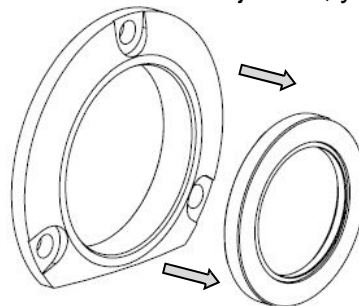

Figura 47: Retirar los sellos de aceite
5) Retire y deseche los sellos del cojinete delantero de los retenes del cojinete presionándolos hacia afuera (Figura 47). Limpie los retenes de los cojinetes, ya que serán reutilizados.